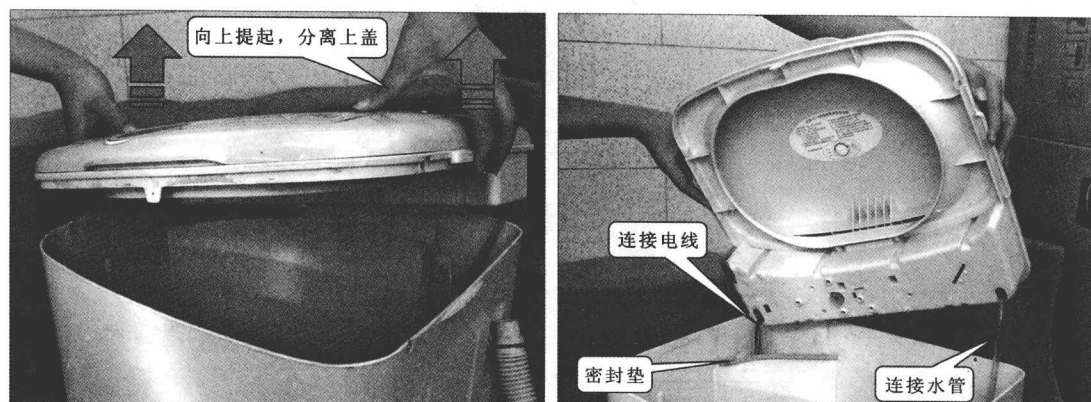

图 1-7 分离上盖
⑤ 此时,用手将上盖向上提,就可以将洗衣机的上盖与洗涤筒进行分离,如图 1-7 所示。需要注意的是,该型号洗衣机的上盖中包含有进水电磁阀和水位调节钮,因此有电线和水管相连。分离上盖时,不要用力过猛,避免将连接电缆和水管扯坏,并且在连接电线的一侧还有一个密封垫,拆卸时需要注意,不要弄丢。